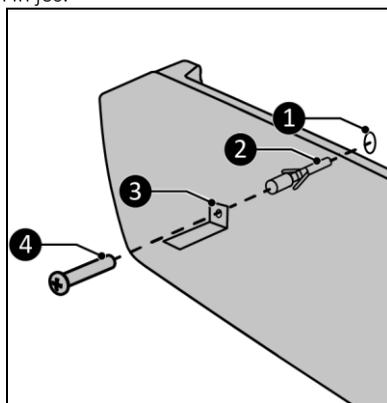

Figura 9
9. Așezați suportul (Figura 9, poz. 3) deasupra încălzitorului cu partea scurtă la perete.
10. Însemnați locul găurii pe perete (Figura 9, poz. 1).
12. Faceți o gaură de 10 mm în locul însemnat (Figura 9, poz. 1).
13. Introduceți diblul în gaură (Figura 9, poz. 2).
15. Fixați bine cu șuruburi suportul (Figura 9, poz. 3) pe perete (Figura 9, poz. 4).